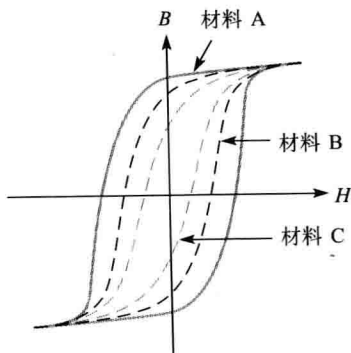

图 7-51
17. 试确定图 7-51 所示的磁滞曲线中哪种材料的保磁性最好。